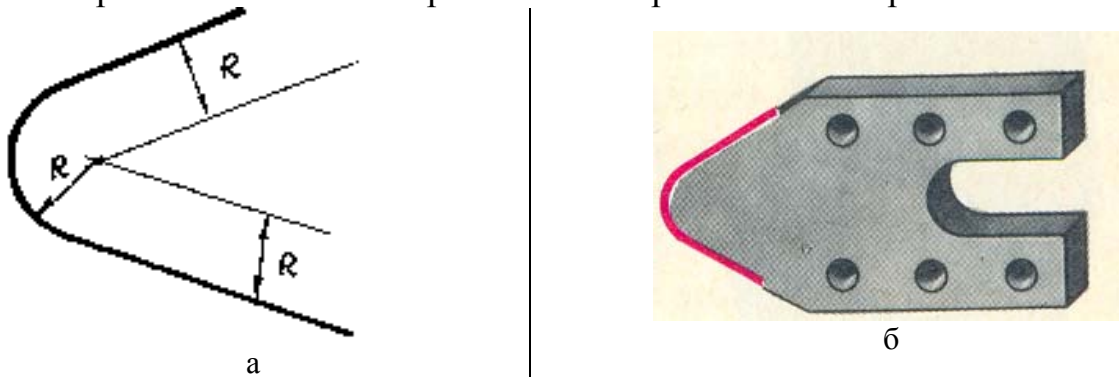

Рис. 29. Сопряжение прямых дугой окружности: а – построение сопряжения; б – скоба (практическое применение сопряжения)
1. **Сопряжение прямых дугой окружности** применяется при скруглении углов (если задан радиус сопряжения R). На рис.29.а показана последовательность
построения сопряжения сторон угла дугой радиуса R . Сначала проводят две прямые, параллельные сторонам угла, на расстоянии радиуса R сопряжения. Точка O пересечения вспомогательных прямых – центр дуги сопряжения. Перпендикуляры, опущенные из центра O на данные прямые, определяют точки сопряжения A и B . Радиусом R проводят дугу сопряжения между точками A и B . На рис. 29. б показано практическое применение сопряжения.